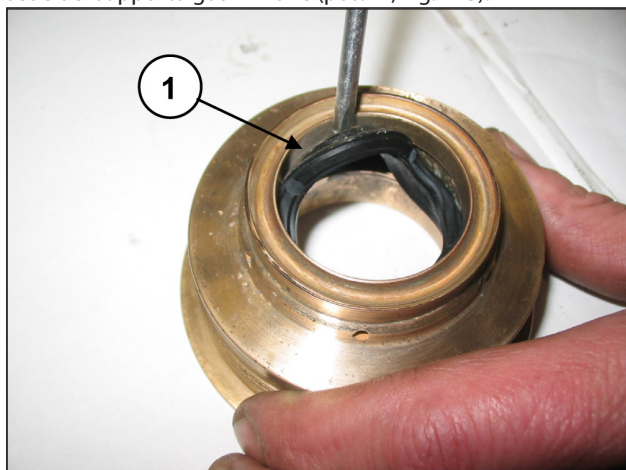

Fig. 173
Per togliere la guarnizione di bassa pressione è necessario utilizzare uno spessore o un attrezzo che non danneggi la sede del supporto guarnizione (pos. ①, Fig. 173).